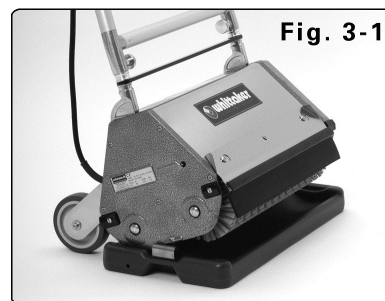

Fig. 3-1
- Retire la máquina armada de la bandeja de almacenaje (13). Fig. 3-1.
- Conecte el cordón (11) al tomacorriente.